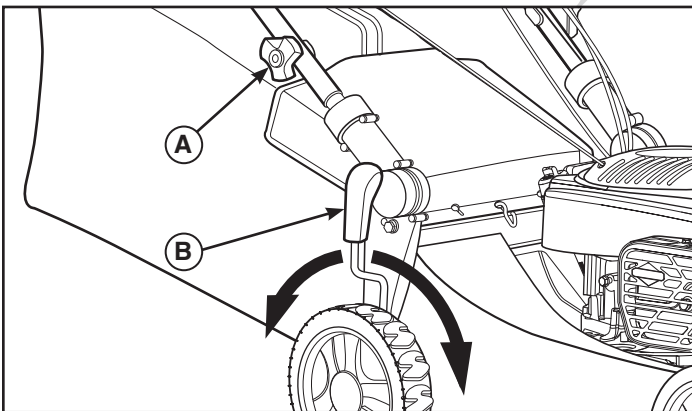

Figura 8
1. Estrarre la leva (**B**, Figura 8) dalla linguetta di blocco.